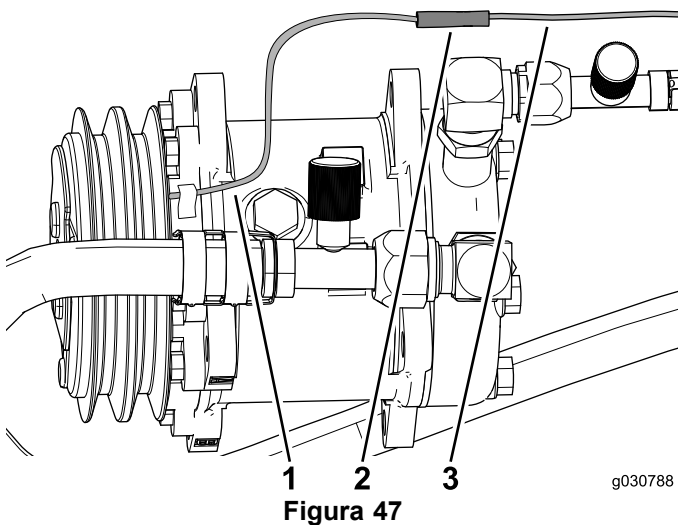

Figura 47
- Collegate il cavo proveniente dal compressore dell'aria condizionata al connettore a banana sul cablaggio preassemblato (Figura 47).